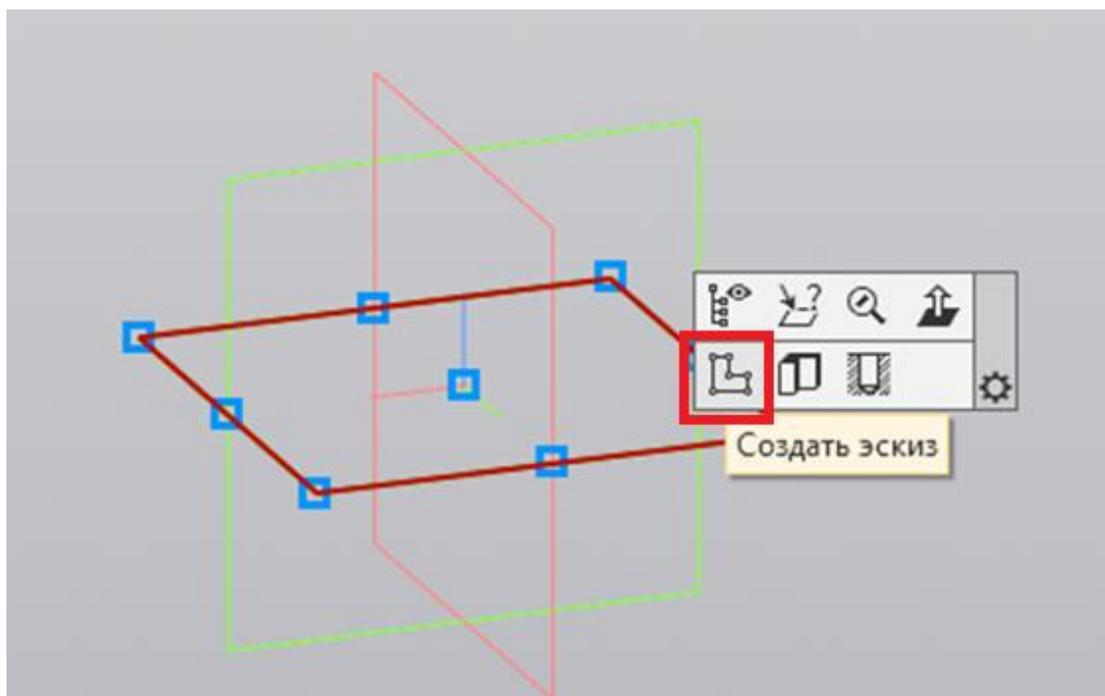

Рис. 6
2. Выбираем плоскость XY, создаём эскиз (рис. 6).